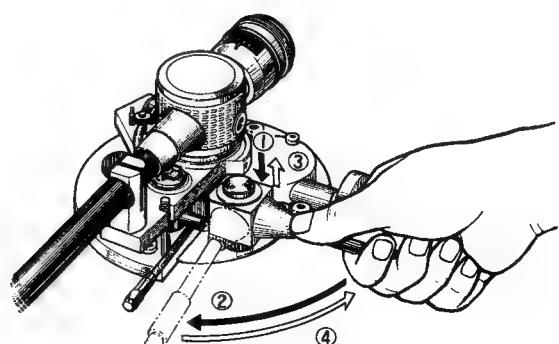

Fig. 14
4. Après avoir réglé la hauteur du bras, le verrouiller de la manière suivante. (Fig. 14)
- ① Dégager le levier de verrouillage pour engager l'engrenage.
- ② En maintenant le levier de verrouillage pressé, le tirer vers soi (dans la direction de la flèche).
- ③ Le libérer pour le relever.
- ④ Le pousser. En répétant l'opération trois ou quatre fois, on serre le levier de verrouillage et le bras est fermement fixé.
- ① Den Verriegelungshebel nach unten drücken, um die Zahnräder in Eingriff zu bringen.
- ② Tonarm-Verriegelungshebel im gedrückten Zustand in Richtung des auf Fig. 14 weiß eingezeichneten Pfeils (von 2 nach 4) bewegen.
- ③ Den Hebel loslassen. Dadurch wird der Mechanismus ausgetaktet.
- ④ Den Verriegelungshebel jetzt in Richtung des auf Fig. 14 schwarz eingezeichneten Pfeils (von 4 nach 2) bewegen. Durch drei- bis viermaliges Wiederholen dieses Vorgangs wird das Tonarm im Lager verriegelt und gegen versehentliche Bewegung geschützt.
- Na instelling van de toonarmhoogte, de toonarm als volgt vergrendelen. (Fig. 14)
- När Du ställt in tonarmshöjden; läs tonarmen på följande sätt: (Fig. 14)